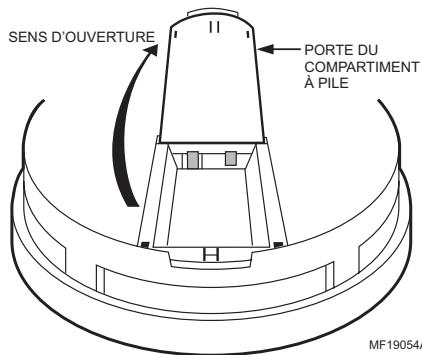

Fig. 5. Insertion de la pile.
- Retirer la pile et la réinsérer dans la bonne position (+/-) comme l'illustrent les symboles dans le compartiment à pile. (Une fois la pile bien insérée, bien refermer la porte du compartiment à pile.) Voir la Fig. 5.
3. Vérifier que la pile est bien une pile alcaline de 9 volts et l'insérer en place; voir la Fig. 5 (nous recommandons les piles Duracell® MN1604).